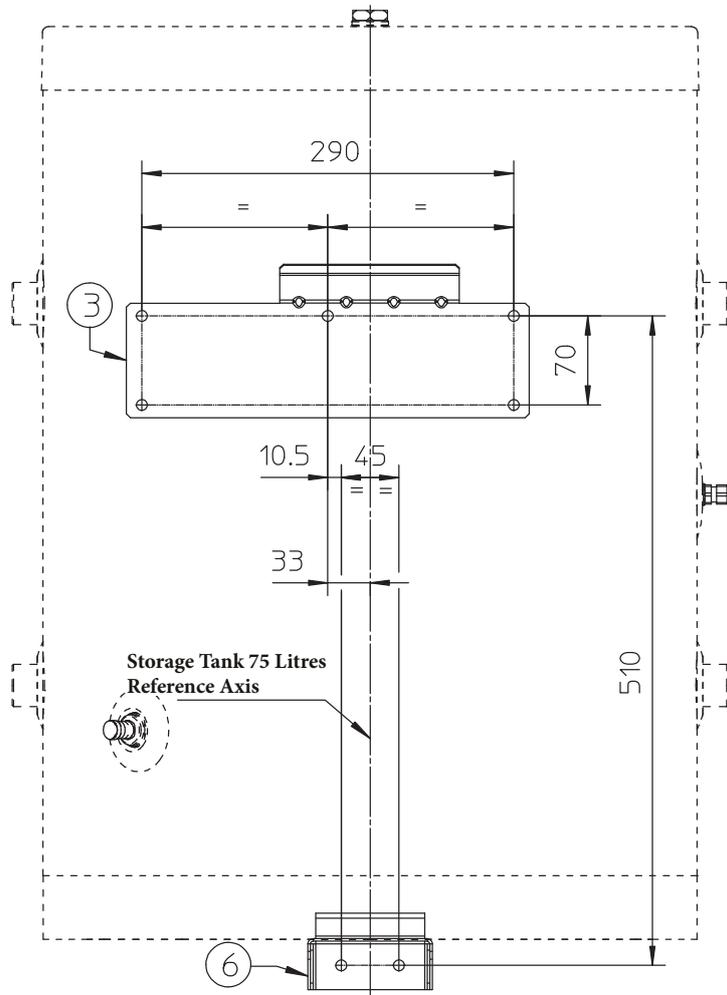

Fig. 3
- Fissare il supporto inferiore (6) nella posizione indicata nel disegno (Fig. 3). Inserire negli appositi fori predisposti le viti (2) e i tasselli (1) presenti all'interno del kit. Inserire sul supporto inferiore le 2 viti (5) presenti nel kit.
- Fasten the lower support (6) in the position shown in the drawing (Fig. 3). Insert the screws (2) and the dowels (1), present inside the kit, into the specific holes. Insert the 2 screws (5) present inside the kit on the lower support.